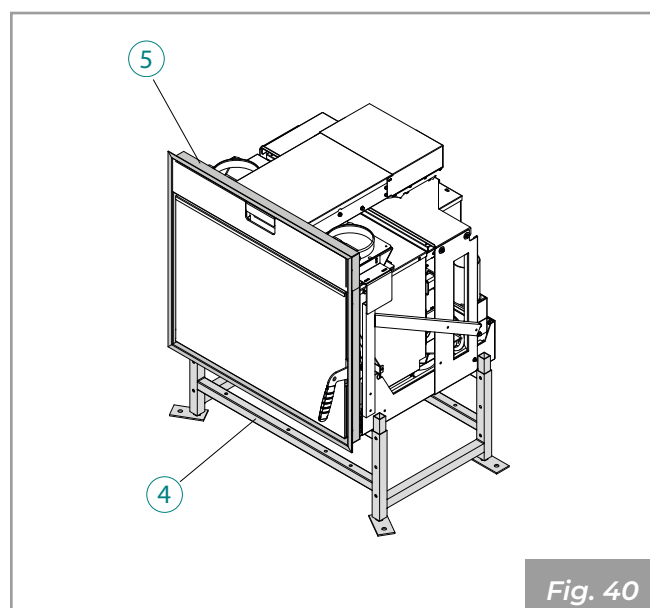

Fig. 40
- Kit socle « 4 » et cadres de finition pour pla-coplâtre « 5 » (Fig. 40).